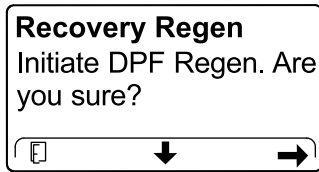

Figura 59
4. Nella schermata INITIATE DPF REGEN premete il pulsante destro per continuare (Figura 59).